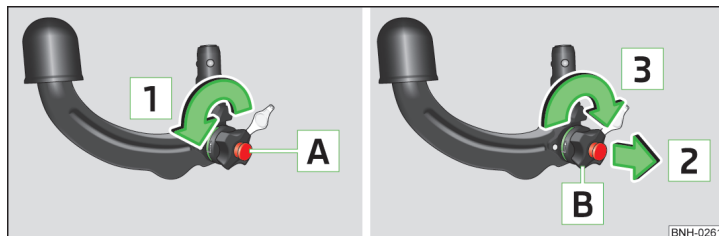

Abb. 101 Bereitschaftsstellung einstellen
- Den Schlüssel **A** in Pfeilrichtung **1** bis zum Anschlag drehen » Abb. 101.